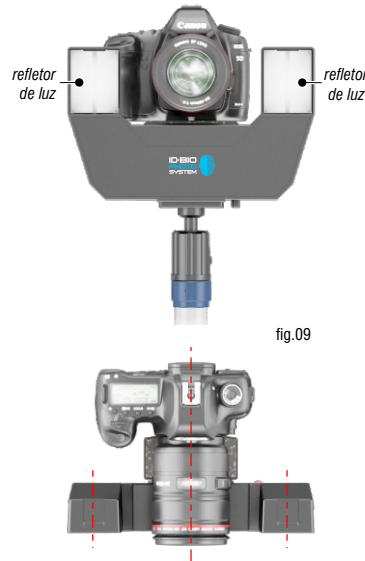

fig.09
- 2 - Alinhe a lente da *CÂMERA FOTOGRÁFICA* com os *refletores de luz* do *FLASH ID BIO*. (fig.09)